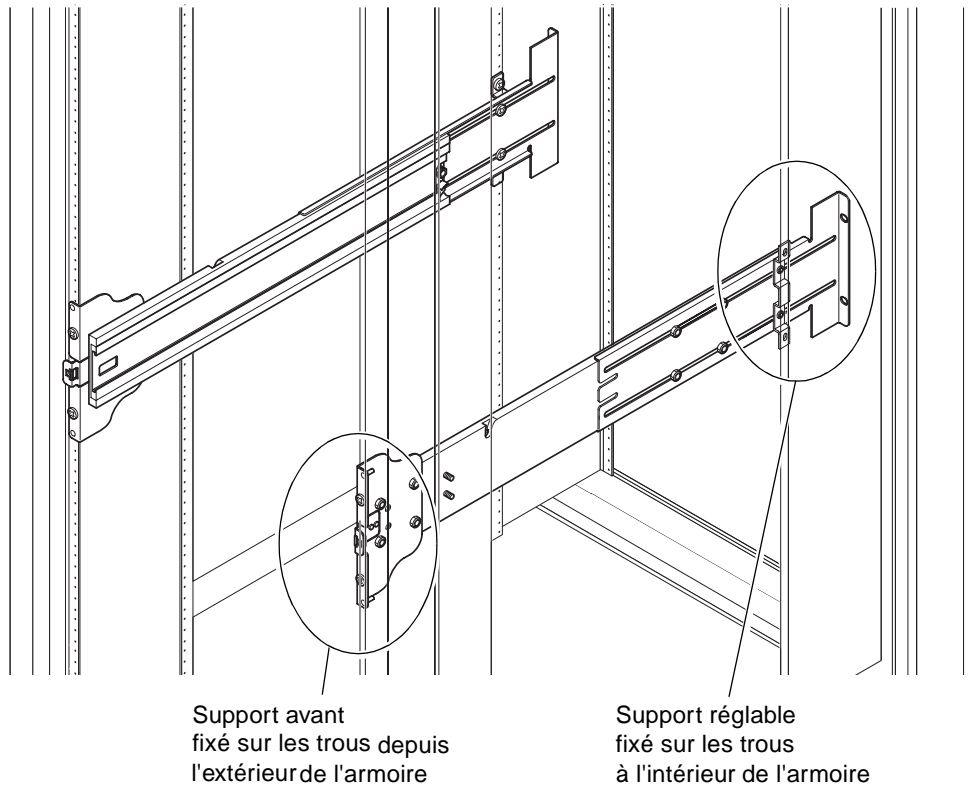

FIGURE 1-4 Installation des rails dans une armoire Sun Fire
1. **Insérez les broches du support avant dans les trous de l'armoire numérotés 22 et 33 (FIGURE 1-4).**
1. Insérez les broches du support avant dans les trous de l'armoire numérotés 58 et 69 (FIGURE 1-4).